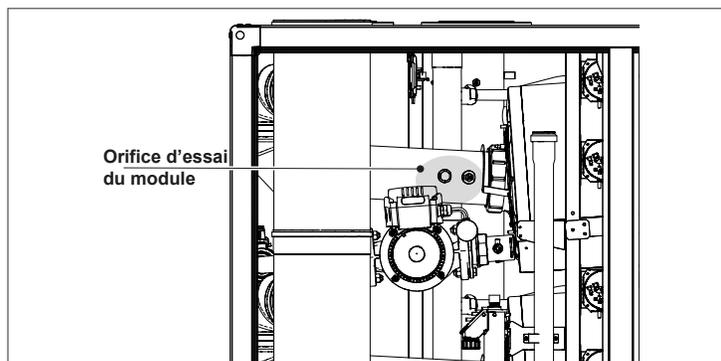

Fig. 18 Orifice d'essai pour l'analyse de la combustion (offert sur chaque échangeur thermique)
- Insérez une sonde d'analyseur de la combustion dans l'orifice d'essai illustrée dans la Fig. 18